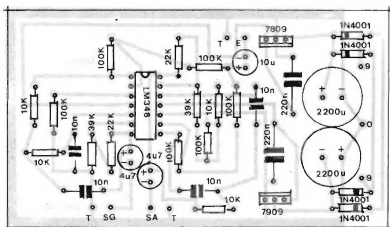

Fig.4
**FIG. 4 - "CHAPEADO" DA MONTAGEM** - O lado não cobreado da placa mostra todos os principais componentes já posicionados, identificados pelos seus códigos, valores, polarida-